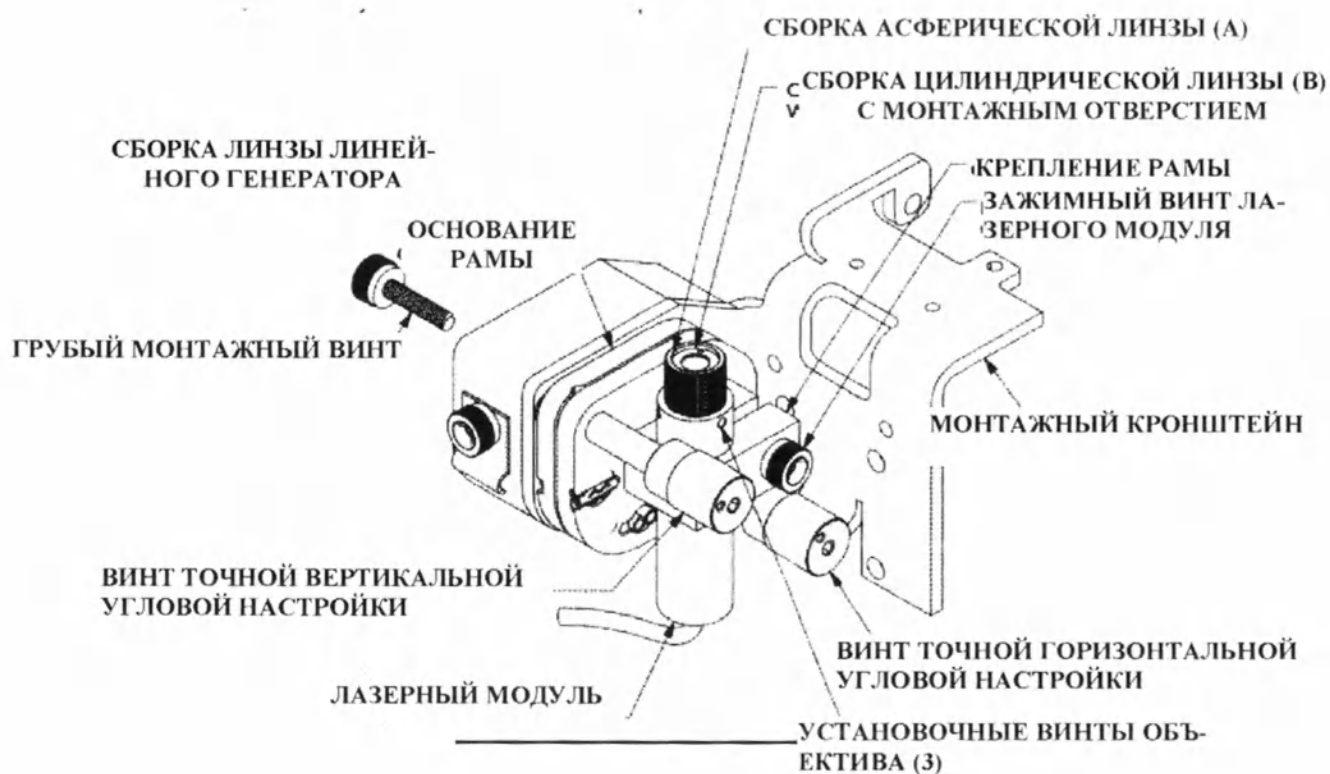

Рис.28. Рама подвижного лазера
Используя торцовый ключ на 0.050", поверните установочный винт объектива (см. рис. 28 на следующей странице) против часовой стрелки на четверть оборота, чтобы ослабить фиксацию объектива для настройки.
Вращайте сборку асферической линзы (А) (см. рис.28 на следующей странице) пока лазерный луч не станет максимально тонким. Разместите в изоцентре лист бумаги или иную плоскую поверхность для контроля толщины луча во время настройки.
Для того чтобы настроить фокусировку более точно, осторожно вращайте сборку цилиндрической линзы (В) (см. рис.28 на следующей странице) при помощи соответствующего инструмента, помещенного в монтажное отверстие, до тех пор, пока вы не получите равномерную тонкую линию.
2. В результате фокусировки лазерного диода ротационное положение луча может сместиться. Ослабьте зажимный винт лазерного диода (см. рис.28 ниже) и вращайте корпус лазерного диода, до тех пор, пока ориентация луча не станет корректной. Не ослабляйте зажимной винт слишком сильно, чтобы сохранить частичное трение корпуса лазерного диода при вращении. Вращайте модуль до тех пор, пока луч не станет визуально горизонтальным (перпендикулярным оси движения).